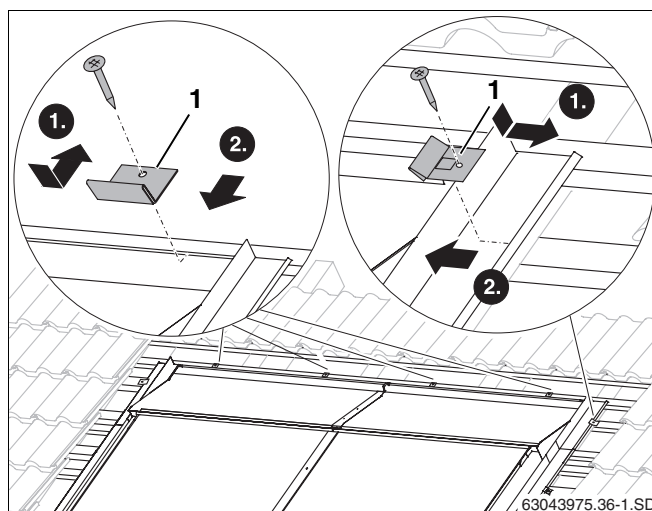

Fig. 59 Fissaggio dei profili d'integrazione superiori con i ganci
- Disporre il gancio (fig. 59, **pos. 1**) nello spigolo della lamiera di copertura.